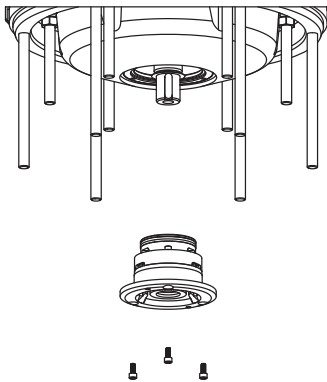

Imagen 34: Montaje de la unidad de juntas mecánicas (J 205, J 405)
**J 205 - J 405:** Eleve la bomba por el asa con una grúa y pose la bomba en posición horizontal. Monte la unidad de juntas mecánicas con cuidado. Use nuevos anillos tóricos bien engrasados y fíjelos con tornillos. (Imagen 34)